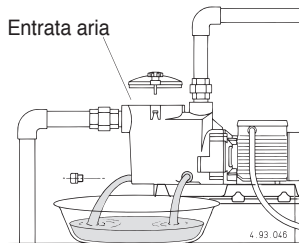

Fig. 4 Scarico
**Se la pompa rimane inattiva per lunghi periodi o se esiste il pericolo di gelo, deve essere svuotata completamente** togliendo i due tappi di scarico con le guarnizioni O-ring riutilizzabili (fig. 4).
Prima dello smontaggio svuotare il corpo pompa (vedere fig. 4 e capitolo 13.). Per lo smontaggio e il rimontaggio osservare la costruzione sul disegno in sezione (capitolo 15.).